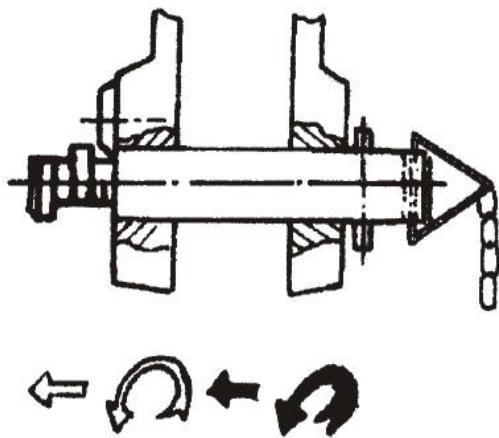

Fig2. Tournez et poussez l'axe fixe deux fois et laissez-le entrer dans le deuxième tunnel
2. Ancrage : L'axe fixe doit être utilisé pour ancrer le câble autour du palan. Raccordez le câble métallique ou le support au câble fixe et attachez l'autre extrémité à la charge, aux mâts, etc. Il y a un tunnel de protection contre la relaxation sur l'axe fixe. Lorsque l'axe fixe est inséré dans le boîtier du palan, il doit être tourné deux fois vers le deuxième tunnel jusqu'à ce qu'il soit bien serré (Fig2).